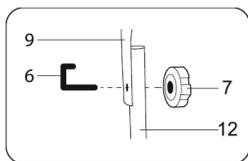

Рис. 2
- Совместите отверстия средней стойки (9) с отверстиями на нижней стойке (12). Установите скобу крепления ручки (6) и закрепите гайками-барашками (7) с двух сторон (Рис. 2).